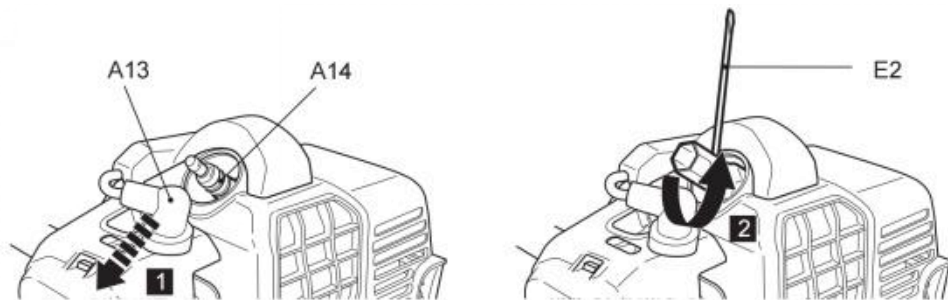

Fig. 78
2. Afloje la bujía (A14) en sentido antihorario con la multiherramienta (E2) y retírela con cuidado (Fig. 78).